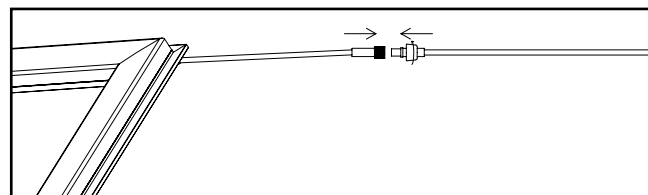

Figure 4.
5. Branchez le câble d'alimentation basse tension au luminaire à l'aide du connecteur fileté. Voir la figure 4.